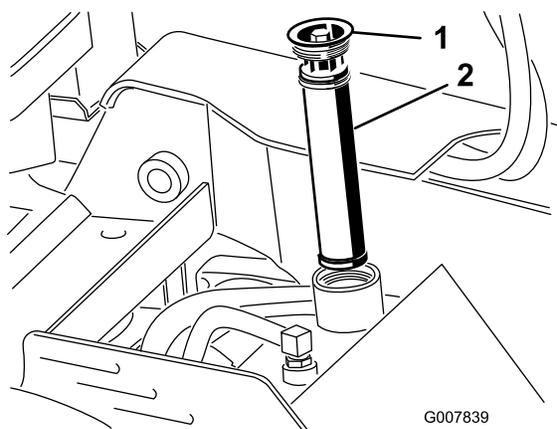

Figure 62
5. Nettoyez la surface autour du goulot de remplissage du réservoir de liquide hydraulique et enlevez le bouchon et le filtre du goulot de remplissage à l'aide d'une clé (Figure 62).